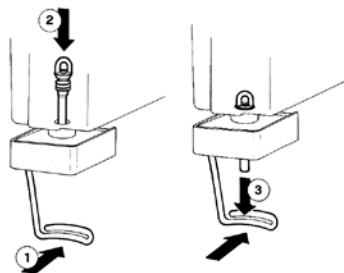

Рисунок 5
- Кран с зажимаемой трубкой:** нажмите на дозирующую ручку (1) и вставьте зажимаемую трубку в вертикальное основание на дне резервуара (2). Слегка потяните вниз конец зажимаемой трубки до тех пор, пока она хорошо не встанет на место. (См. рис. 5)